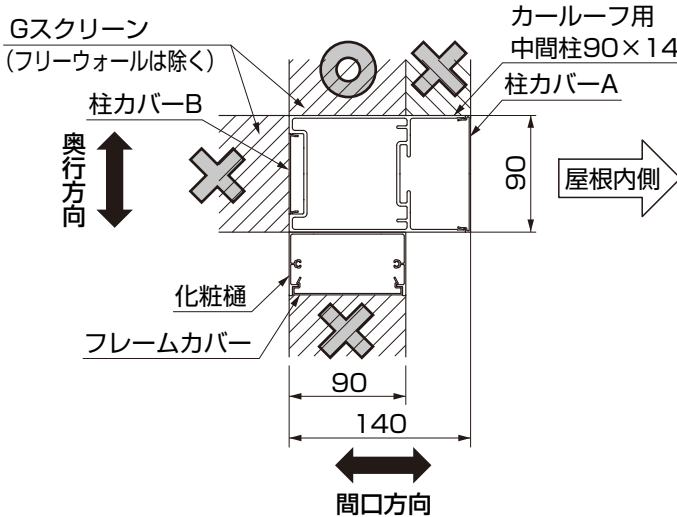
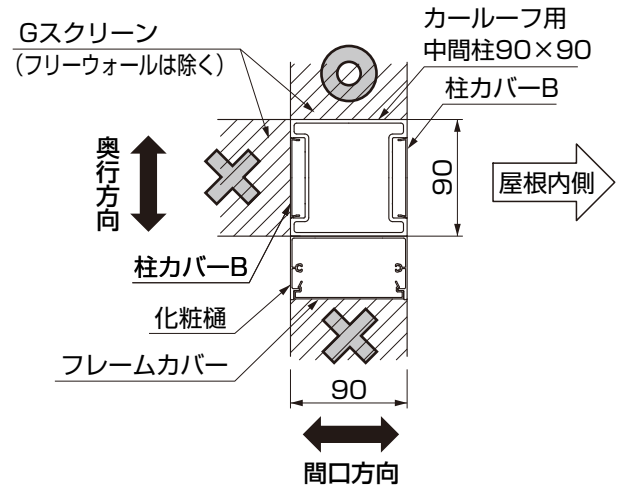

図1-5 カールーフ用中間柱 90x140
図1-6 カールーフ用中間柱 90x90
- 奥行方向の柱側面にGスクリーンの取付けが可能です。(化粧樋を取付けた場合はGスクリーンの取付けはできません。)(図1-5、図1-6参照)
- 間口方向の柱側面にはGスクリーンの取付けはできません。(図1-5、図1-6参照)